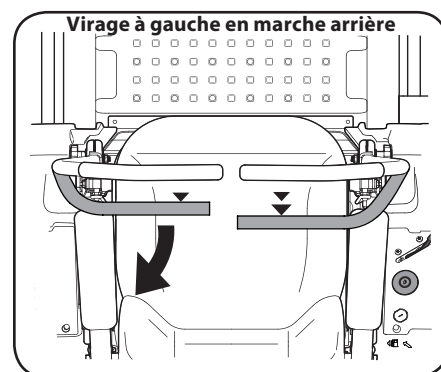

Figure 3-6
- Pour tourner à gauche en marche arrière, poussez la barre de conduite gauche vers l'avant et tirez la barre de conduite droite vers vous. Voir Figure 3-6.